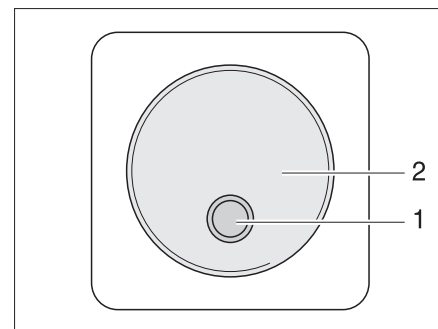

Fig. 183 Commutateur externe
- II "Remo." = l'appareil peut être mis en service et hors service avec le commutateur externe (Fig. 183,1).
Le commutateur externe pour l'onduleur (Fig. 183) se trouve dans l'espace intérieur du véhicule, par exemple dans la zone d'entrée. Le commutateur est identifié par l'inscription "Onduleur". La DEL (Fig. 183,1) indique l'état de fonctionnement de l'onduleur.